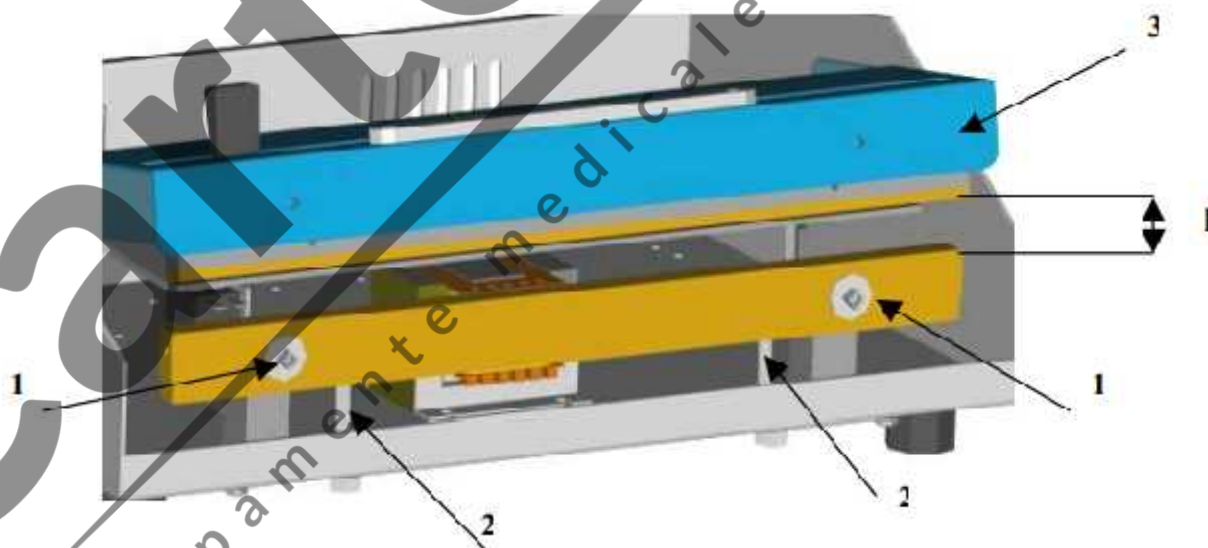

fig. 7
- a) Poziționați planul pivotant (nr. 3 fig. 7) cu deschiderea sa maxim , acționând asupra mânerului striat al șurubului de reglare (nr. 1 fig. 3) aflat sub soclu, și bindu-i piulița de blocare.
- b) Deșurubați și îndepărtați cele două șuruburi (nr. 1 fig. 7)
- f) Înainte de a bloca cele două șuruburi (nr. 1 fig. 7), asigurați-vă că bara se sprijină corect pe șuruburile metrice de reglare (nr. 2 fig. 7).
nu să biți șuruburile metrice de reglare (nr. 2 fig. 7)